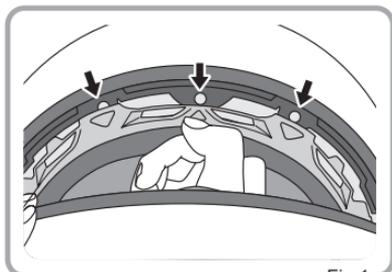

Fig.1
1. Détachez les boutons-pression dans la zone frontale en les tirant vers le bas comme montré sur la Fig.1